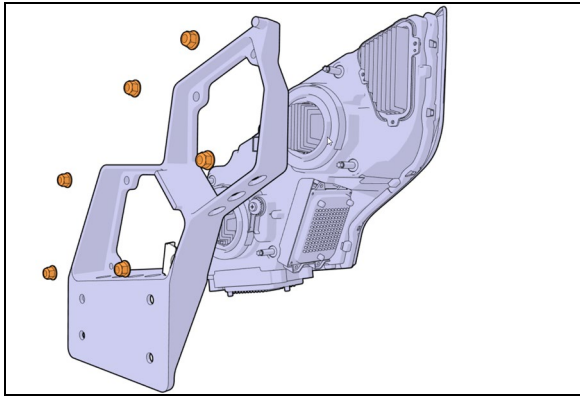

FIGURE 95
5. Dévisser six (6) écrous (Figure 95) et séparer le module du support.